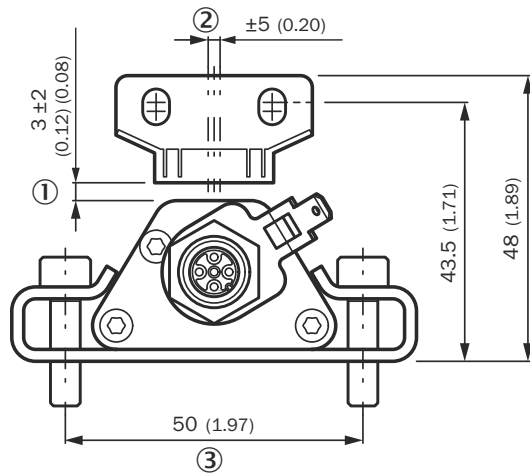
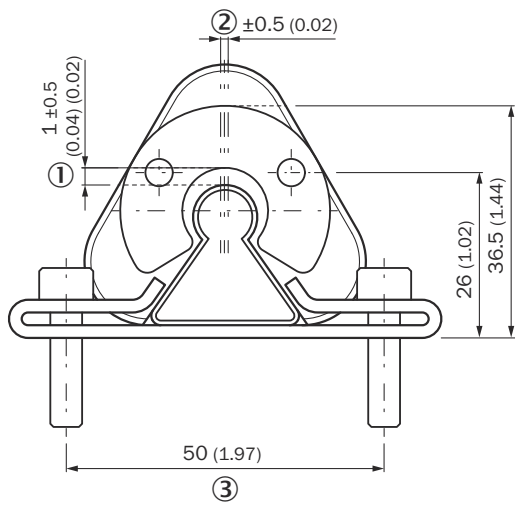
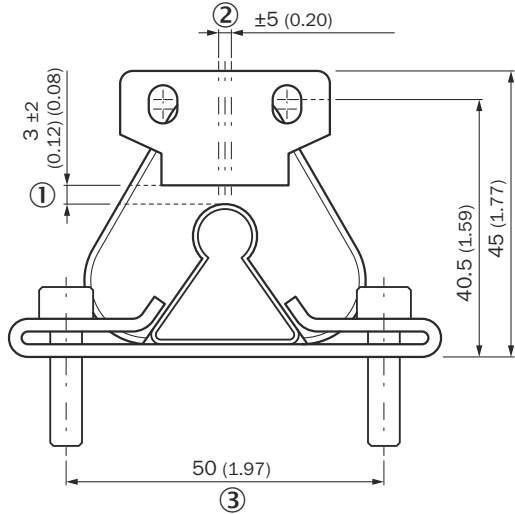

Abbildung 5: Maße und Abstände mit Positionsmagnet MAG-B-180-xx auf DAX® Low Profile
Abbildung 6: Maße und Abstände mit Positionsmagnet MAG-B-180-xx auf DAX® Slider
Abbildung 7: Maße und Abstände mit Positionsmagnet MAG-B-180-xx auf DAX® Slider
- ▶ Für den Nominalabstand ① zwischen Positionsmagneten und Linear-Encoder und für den Mitterversatz ② (siehe Abbildung 5, Seite 2, siehe Abbildung 6, Seite 3 und siehe Abbildung 7, Seite 3) sind folgende Werte einzuhalten: